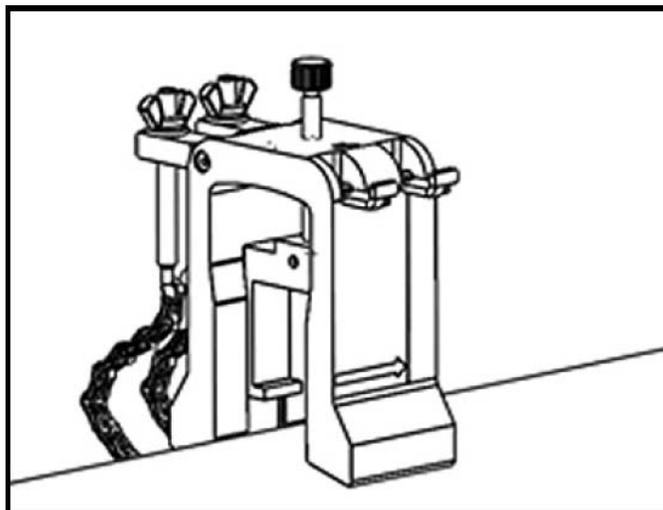

Рис. 36: Установка скобы сверху трубы
- Установите скобу сверху трубы (см. Рис. 36 ниже). Если требуемое расстояние между измерительными преобразователями <math><305\text{ мм}/12\text{ дюймов}</math>, цепь скобы должна размещаться в пределах крепежного приспособления, как показано.